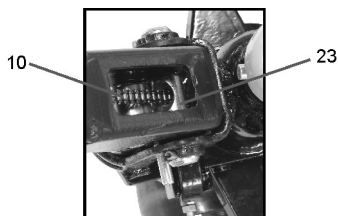

Fig. 3 – cadena del cable
b) Pase la cadena "10" del cable por el centro del eje (fig. 3).